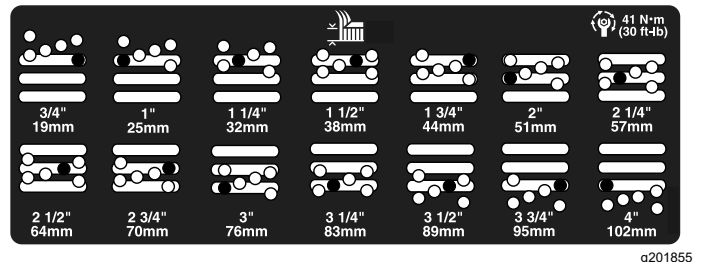

Figura 25
5. Mueva la cámara a la altura deseada e instale el espaciador en el taladro y la ranura de altura de corte deseados (Figura 25).